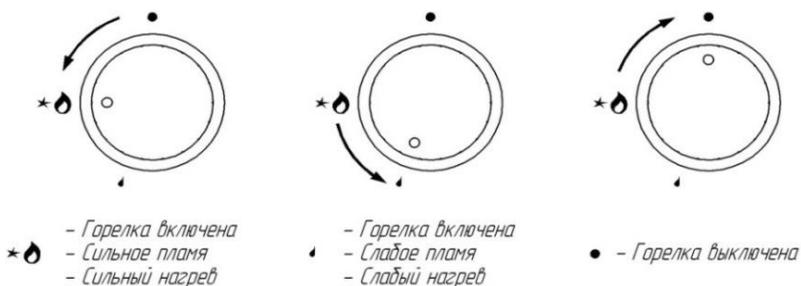

Рис. 9 Регулирование пламени
- нажмите ручку крана соответствующей газовой горелки до упора, поверните её против хода часовой стрелки до совмещения знака максимального пламени с меткой на панели управления, при этом сработает автоматический электророзжиг (Рис. 9);
Регулирование интенсивности горения производится дальнейшим поворотом ручки против хода часовой стрелки до совмещения с меткой малого пламени на панели управления и обратно (Рис. 9).
Чтобы горелку выключить, необходимо ручку включения горелки повернуть до упора по ходу часовой стрелки (Рис. 9).